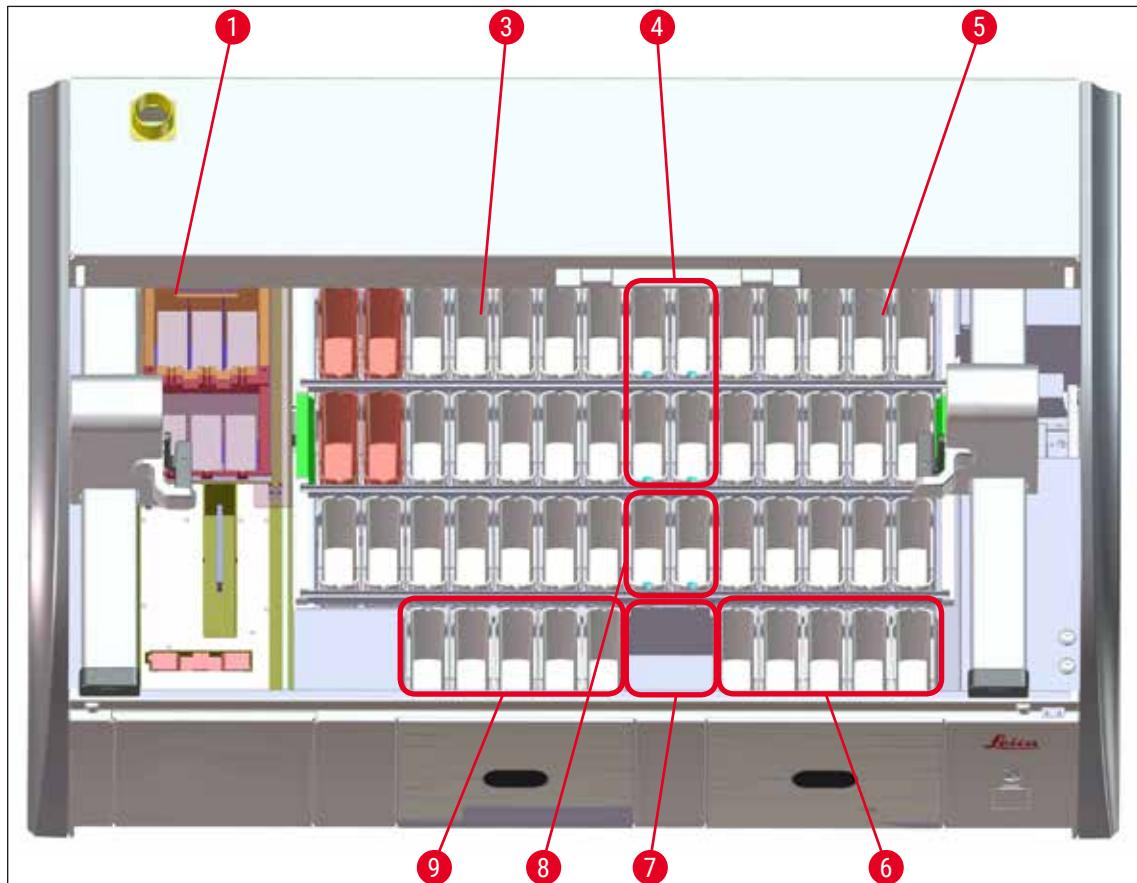

図 64
- ・複製ステーション（元のステーションと複製したステーション）は容器フィールドの同じ側にあることが必要です（→「図39」）（→「図64」）。これを守らなかった場合、槽の配置の変更結果を保存できません。
- 「図 64」は、容器フィールドに配置されたさまざまなステーションの一覧です。